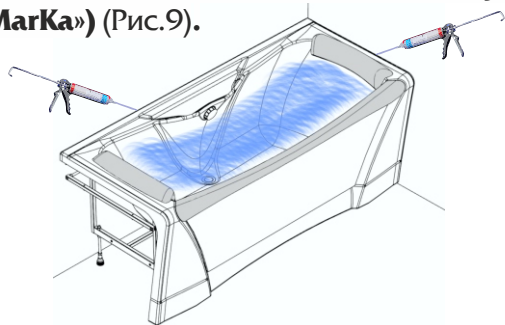

Рисунок 9
9. **Перед изоляцией стыков наполнить ванну водой. Изолировать места стыков ванны со стенами санитарным силиконовым герметиком. Дождаться полного высыхания герметика (около 24 часов), и только потом слить воду (надежную изоляцию стыков ванны со стенами также можно обеспечить, используя декоративный уплотнитель «1 MarKa») (Рис.9).**